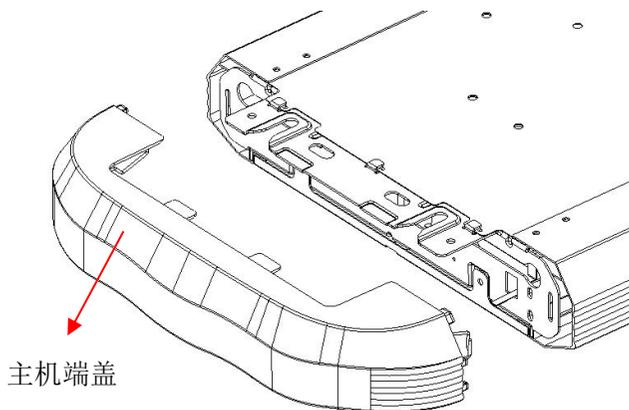
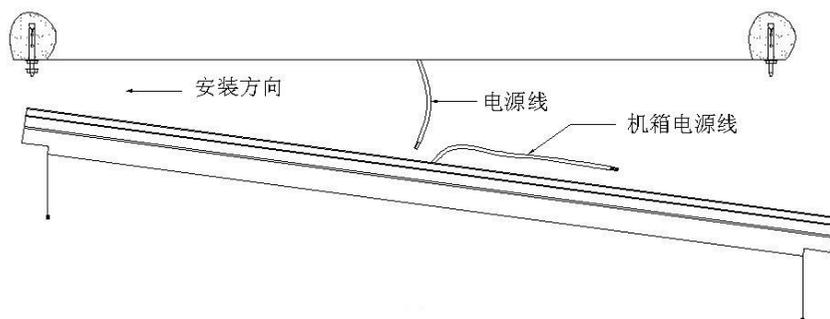

图 6
图 7
- 5、拔下两端的主机端盖，如图 6 所示。然后小心托起主机，将主机一端插在两个膨胀螺丝的垫片上，接着托起另一端把垫片及螺母装上锁紧，然后再把第一端的螺母拧紧，如图 7 所示。